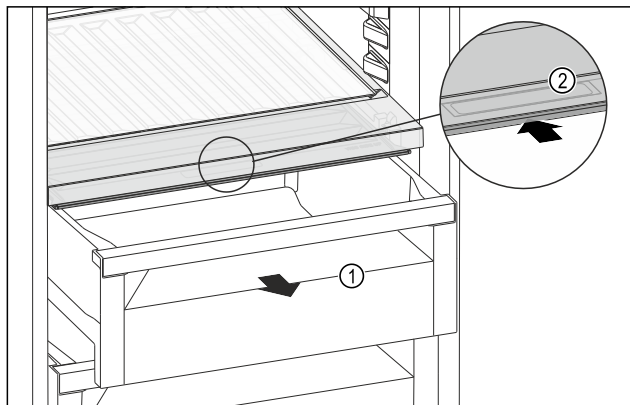

Fig. 215
- Estrarre il cassetto Fig. 215 (1).
- Afferrare la maniglia incassata Fig. 215 (2) sul coperchio dello scomparto e spingere allo stesso tempo all'indietro il coperchio dello scomparto.